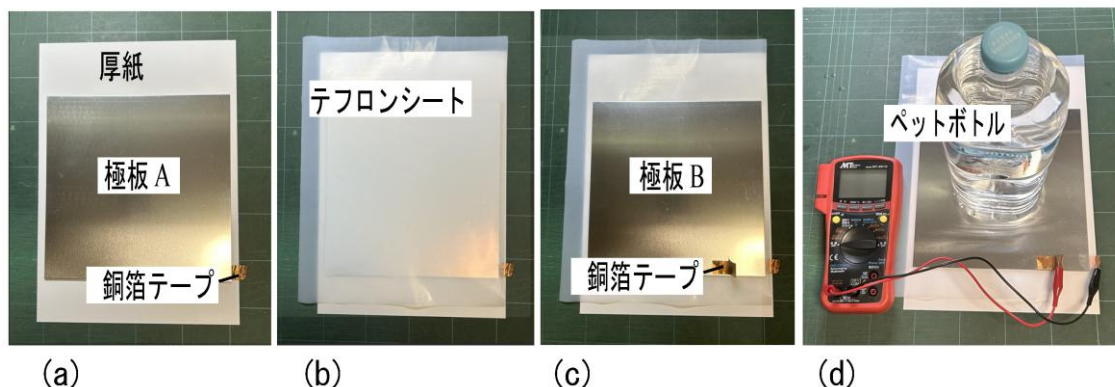

図 1-2
- ① 1 辺 20.0 cm、厚さ 2.00 mm の極板 A および極板 B を平行平板コンデンサーとして用いる。各極板の銅箔テープはアルミ板と電氣的に導通している。アルミ板の縁は鋭いため、手を切らないよう注意すること。
- ② 極板 A を、銅箔テープ側を下にして厚紙の上に置く(図 1-2(a))。その上にテフロンシートを置き(図 1-2(b))、さらにその上に極板 B を、銅箔テープ側を上にして重ねて置く(図 1-2(c))。極板 A と極板 B が完全に重なり合うように注意する。
- ③ 極板 B の上にペットボトルを載せて加重する(図 1-2(d))。
- ④ デジタルマルチメーター（以下、DMM と呼ぶ）のテストリード（赤）を V/Ω/Hz ジャックに、テストリード（黒）を COM ジャックにそれぞれつなぐ(図 1-2(d))。
- ⑤ 極板 A、極板 B それぞれの銅箔テープに、DMM の赤・黒 2 つのテストリード（ミノムシクリップ）を取り付けると、2 極間の電気容量を測定することができる(図 1-2(d))。銅箔テープは切れやすいので注意すること。切れた場合は、監督者に知らせなさい。